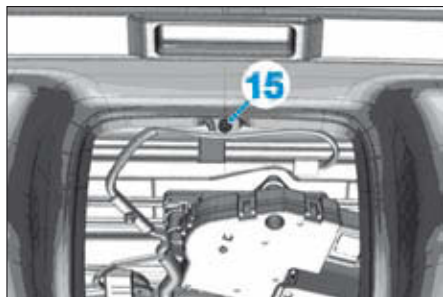

FIG. 43
- Sur les véhicules qui en sont équipés, dévisser la vis (15) dans la découpe de la garniture du plafonnier avant (Fig.43).
- Sur les véhicules qui en sont équipés, dévisser la vis (14) dans la découpe de la garniture du plafonnier avant (Fig.43).